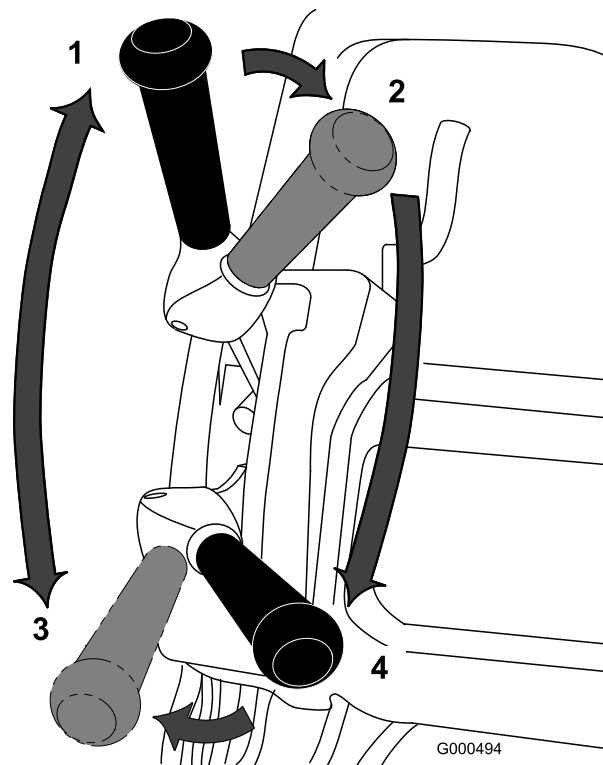

Figure 18
1. Mettez le moteur en marche, réglez la manette d'accélérateur en position de ralenti, appuyez sur le guidon pour relever le plateau de coupe, placez le levier de commande de déplacement en position d'embrayage et transportez la machine à la lisière du green (Figure 18).
2. Placez le levier de commande de déplacement en position de débrayage et le levier de commande du cylindre en position d'embrayage (Figure 18).
3. Placez le levier de transmission aux roues en position d'embrayage, augmentez le régime moteur jusqu'à ce que la machine se déplace à la vitesse voulue, conduisez la machine jusqu'au green, abaissez l'avant de la machine et commencez à travailler (Figure 18).